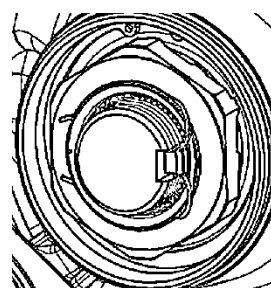

図3
- ④ カギ状スプリングリングとキーを確実ににはめ込む。 図3